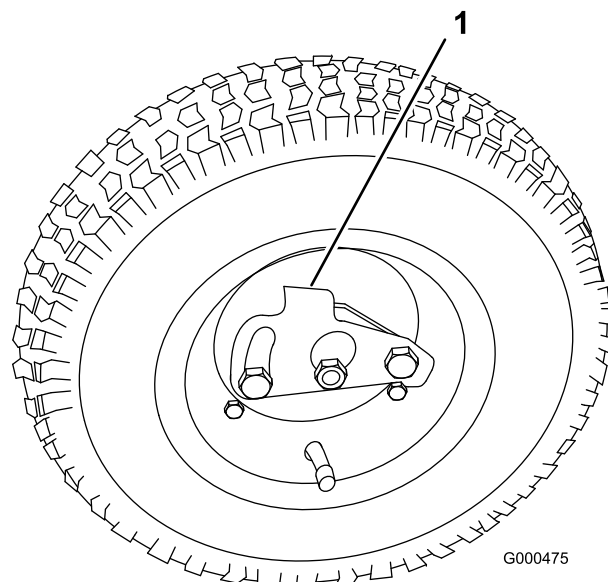

Figure 18
- Poussez le clip de verrouillage vers le centre de la roue et faites coulisser la roue sur l'arbre hexagonal (Figure 18).